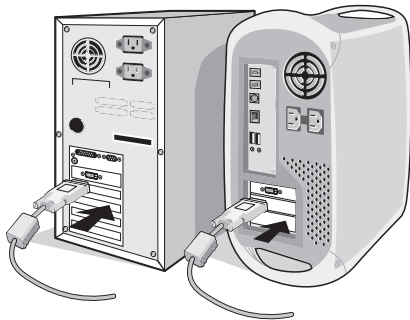

Abbildung A.1
2. **Für einen PC oder Mac mit digitalem DVI-Ausgang:** Verbinden Sie das DVI-Kabel mit dem Anschluss der Grafikkarte in Ihrem System (**Abbildung A.1**). Ziehen Sie die Schrauben fest.